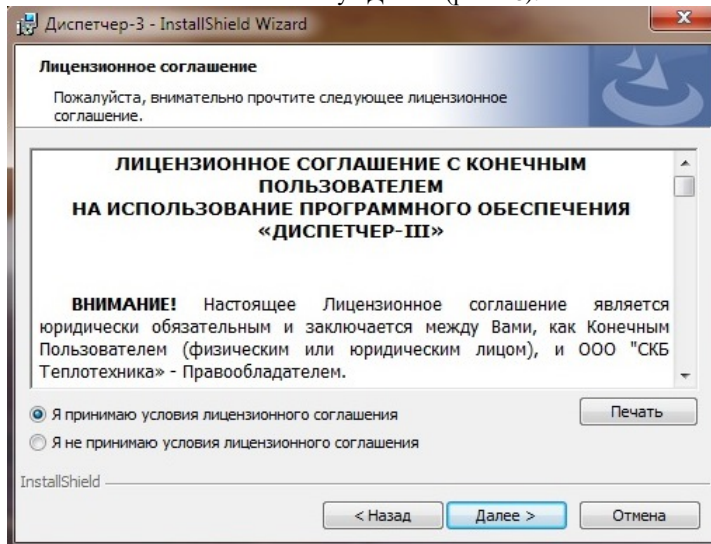

рис. 48
2.25 Прочитать лицензию, установить флажок «Я принимаю условия лицензионного соглашения» и нажать кнопку «Далее» (рис. 48):